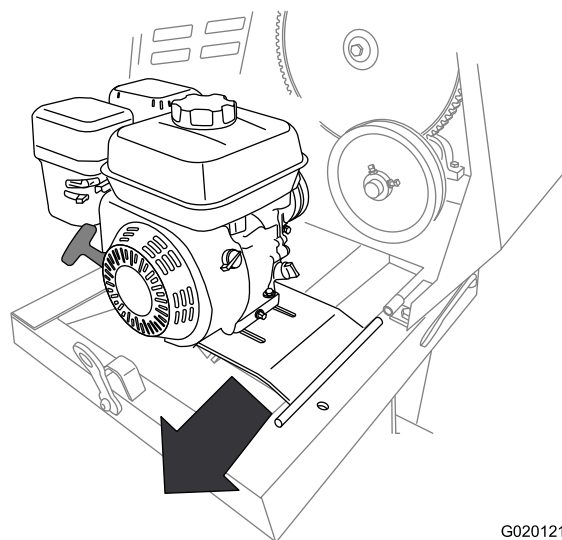

Figura 52
11. Retire el motor y la chapa del motor de la máquina (Figura 52).
2. Alinee el pivote de la chapa del motor con el soporte delantero de la bisagra (Figura 52).
3. Deslice la chapa del motor hacia adelante encajando el pivote en el soporte delantero de la bisagra (Figura 52).
4. Alinee el soporte trasero de la bisagra con el pivote de la bisagra de la chapa del motor (Figura 52).
10. Deslice la chapa del motor hacia atrás para retirarla del soporte delantero de la bisagra (Figura 52).